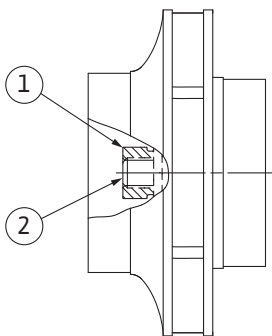

Fig. 101: Správná poloha matice oběžného kola po namontování
8. Pevně utáhněte hřídel plochým klíčem (velikost 22 mm) a utáhněte matici oběžného kola předepsaným utahovacím momentem (viz tabulka „Utahovací momenty“ [► 29]). Matice (Fig. 101, poz. 1) musí být přibližně $\pm 0,5$ mm v jedné rovině s koncem hřídele (Fig. 101, poz. 2). Pokud tomu tak není, matici povolte a opakujte úkony podle kroků 4 až 8.